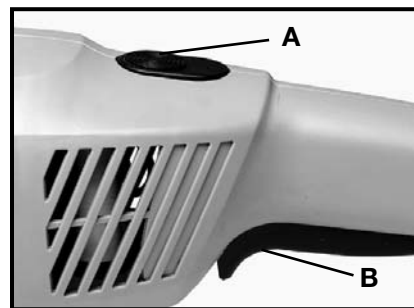

Fig. 1
3. Oprima el botón de fijación del interruptor (A), Fig. 1, y manténgalo oprimido.
4. Apriete el gatillo interruptor (B), Fig. 1, para encender la herramienta. Cuando suelte el gatillo, el interruptor volverá a la posición de apagado.
5. Suelte el botón de fijación del interruptor (A), Fig. 1.
6. Para fijar el interruptor en la posición de encendido, oprima el botón de fijación del interruptor (A), Fig. 1, y manténgalo oprimido. Apriete el gatillo interruptor (B), Fig. 1, para encender la herramienta, suelte el gatillo interruptor (B), Fig. 1, y suelte el botón de fijación del interruptor (A), Fig. 1.
Para soltar el cierre del interruptor, apriete el gatillo interruptor (B), Fig. 1.